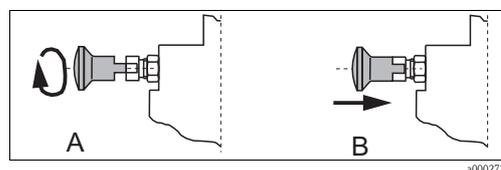

Fig. 21 : Goupille d'arrêt
4. Tournez la goupille d'arrêt de 90°, de sorte que les rainures plastique soient situées au-dessus des encoches (Fig. 21, A).
5. Tournez le tube rétractable **dans le sens des aiguilles d'une montre** jusqu'à ce que la goupille d'arrêt s'enclenche (B).